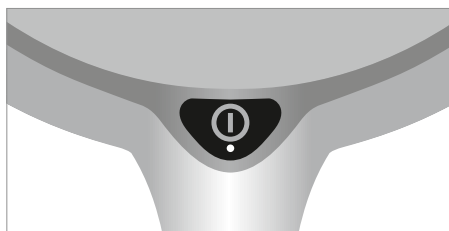

Fig. 6: Touche.
- Appuyez sur la touche, voir Fig. 6.
- Appuyez sur la touche et tenez-la appuyée, voir Fig. 6.
- Appuyez deux fois rapidement sur la touche, voir Fig. 6.